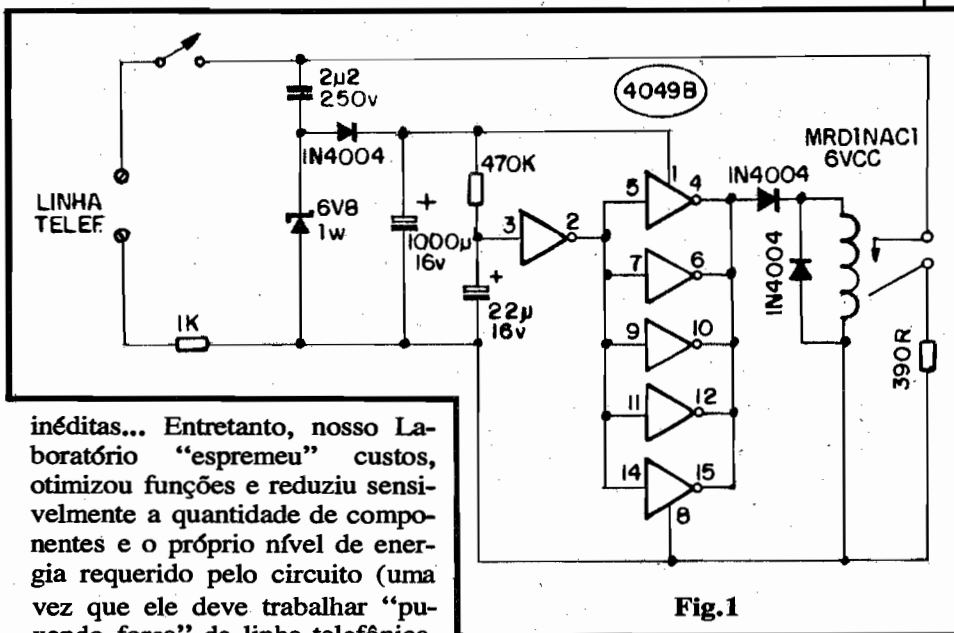

Fig.1
- FIG. 1 - O CIRCUITO - Nem a idéia em si, nem a própria estrutura circuital são completamente